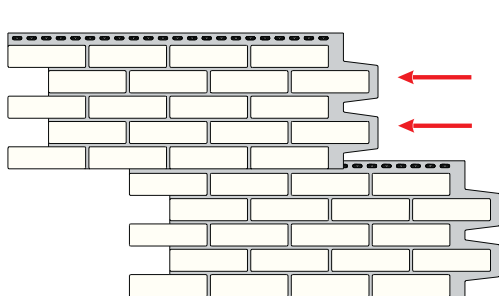
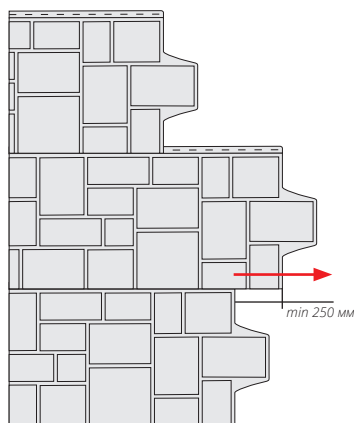
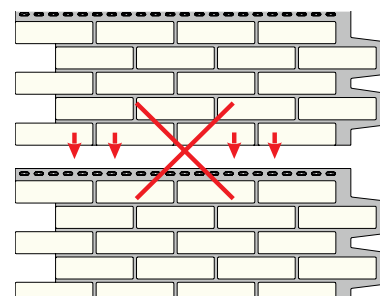

Рисунок 94
Рисунок 95
Рисунок 96
17.8 На панелях, имитирующих кирпичную кладку, соблюдаем вертикальную порядовку (Рис. 94), с горизонтальным смещением: для Клинкерного кирпича – на 1,5 кирпича, для Состаренного кирпича – на 2,5 кирпича. Для остальных коллекций каждый ряд должен начинаться с произвольным смещением (Рис. 95). Монтаж панелей без смещения не допускается (Рис. 96).
Для минимизации эффекта повторяемости рисунка на панелях, имитирующих кирпичную кладку, соблюдаем вертикальную порядовку (Рис. 94) с горизонтальным смещением: для формы «Клинкерный кирпич» – на 1,5 кирпича, для формы «Состаренный кирпич» – на 2,5 кирпича. Для остальных форм фасадных панелей смещение каждого нового ряда должно быть произвольным (Рис. 95). Монтаж панелей без смещения не допускается. (Рис. 96).